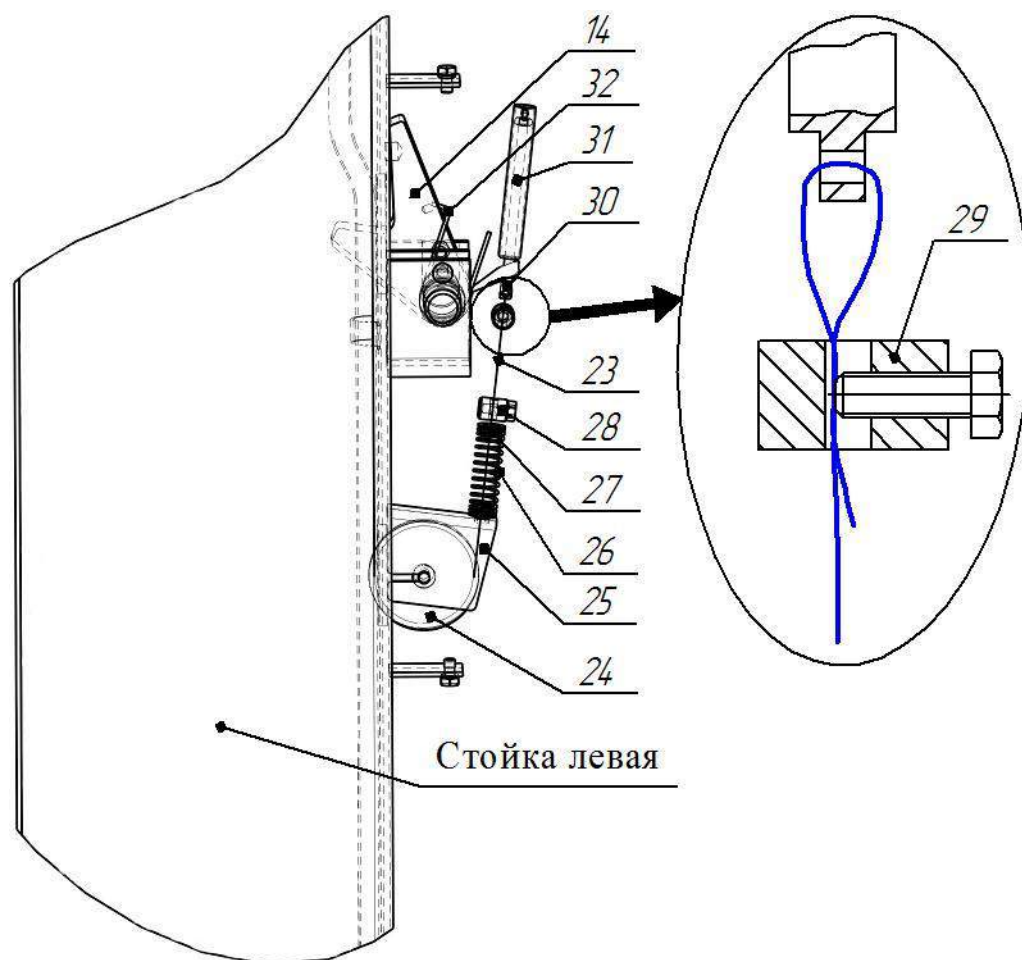

Рисунок 6 - Система стопорения кареток
6.6 Установить тросик системы стопорения (см. рисунок 6). Для этого снять крышку, закрывающую стопор-защелку 14 на левой стойке 2, отвернув два винта М6х10. Тросик 23 системы стопорения, закрепленный на правой стойке 1 (с насосной станцией 15), протянуть через блоки, направляющие трубки в перекладине 3 к стойки левой 2 и вывести через блок 24 и отверстие в кронштейне 25 наружу. На свободный конец тросика надеть пружину 26 со втулками 27, выбрать слабины тросика и затянуть зажим 28, с помощью болта М6х10.